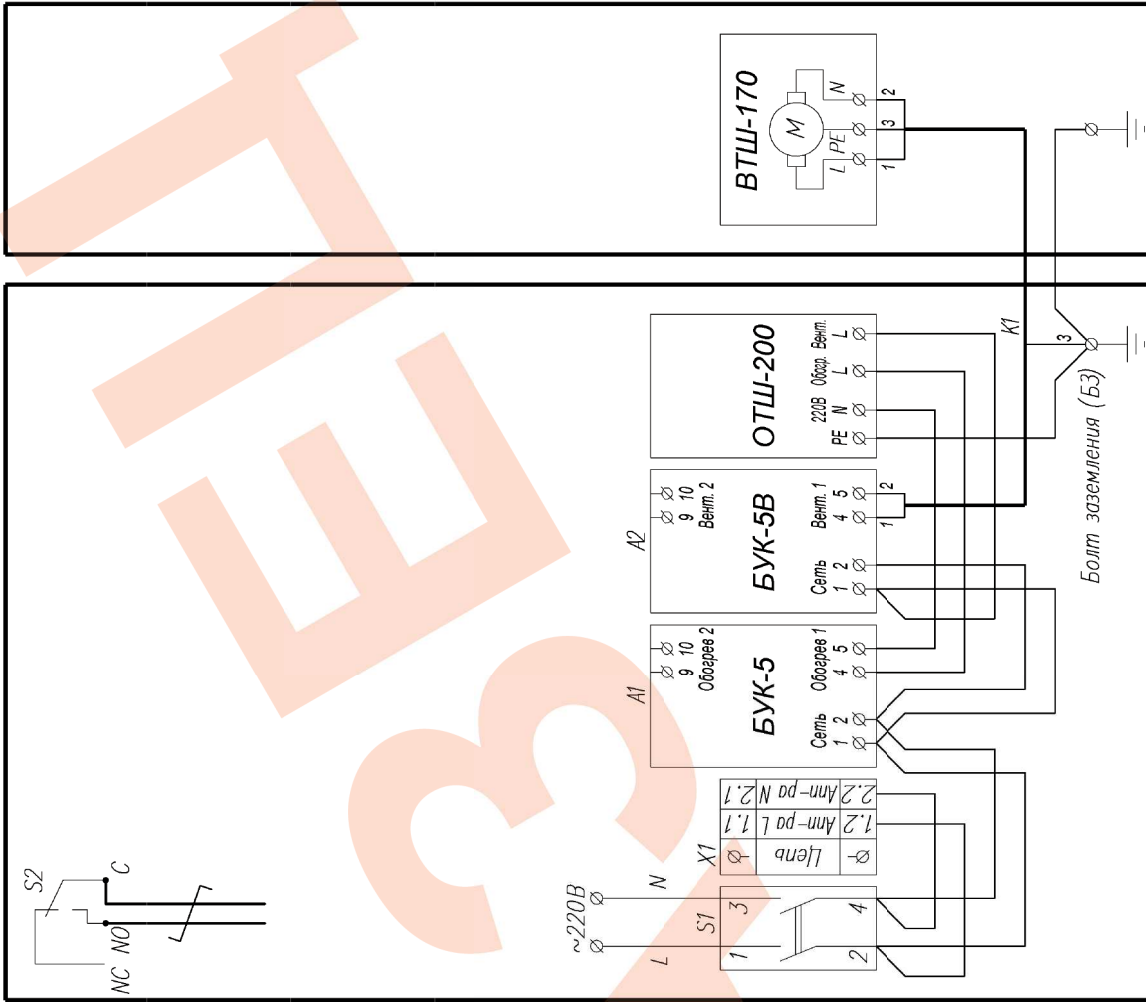
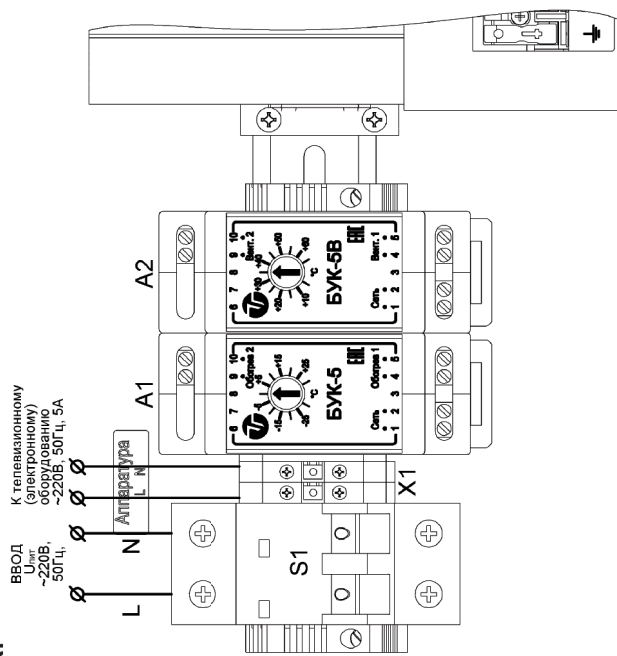

Рис.4 Схема электрическая принципиальная
Рис.2. Подключение термощкафа
3. Отсоединить провода кабеля К1 (рис.4) от колодки вентилятора.
Подключение термощкафа производится в соответствии со схемой электрической принципиальной (рис.4) и рис.2. Для подключения необходимо: